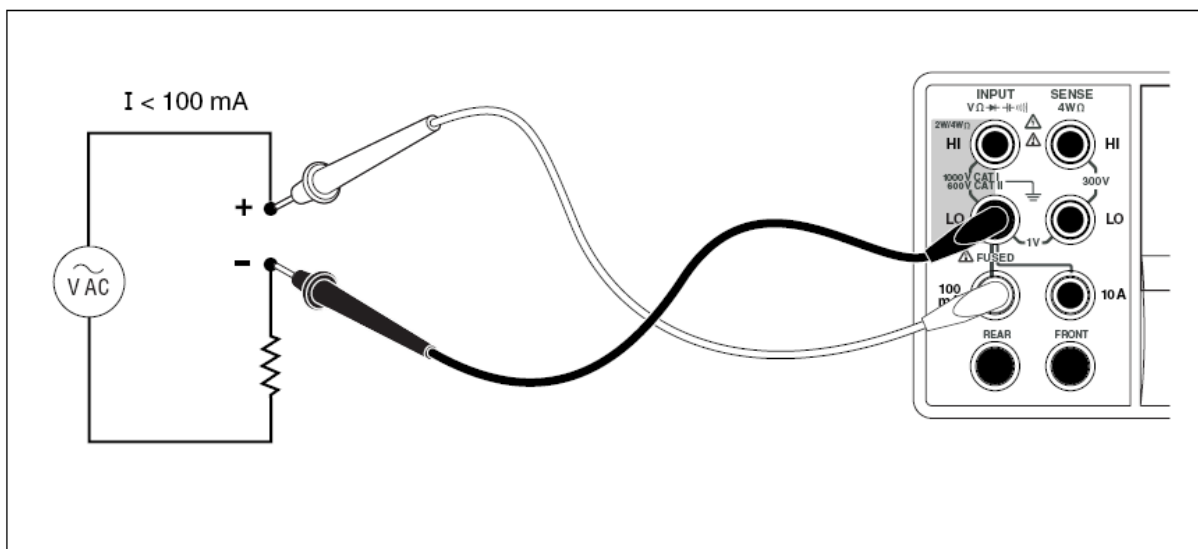

Figura 4-4. Conexiunile de intrare pentru măsurarea curentului sub 120 mA
Multimetrul poate efectua măsurători de curent ac și dc până la 10A. Pentru măsurătorile de curent sunt utilizați doi conectori de intrare separați, împreună cu conductorul **LO**. Pentru cea mai bună rezoluție, măsurarea curentului sub 100mA trebuie efectuată folosind conectorii de intrare **LO** și **mA**, așa cum este indicat în figura 4-4.
1. Conectați cablurile de testare între conectorii de intrare ai multimetrului și circuitul de măsurat așa cum este indicat în figura 4-4 pentru curenți de 120 mA sau mai mici sau figura 4-5 pentru curenți până la 10 A.
1. Conectați cablurile de testare între conectorii de intrare ai multimetrului și circuitul de măsurat așa cum este indicat în figura 4-4 sau figura 4-5, în funcție de nivelul anticipat al curentului.